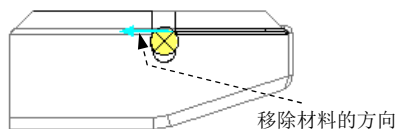

图 11.12.37 选取移除材料的方向
(3) 定义拉伸属性。接受图 11.12.37 所示的箭头方向为移除材料的方向，在操控板中定义拉伸类型为 ，选择材料移除的方向类型为
(4) 在操控板中单击“完成”按钮 ，完成拉伸特征 2 的创建。